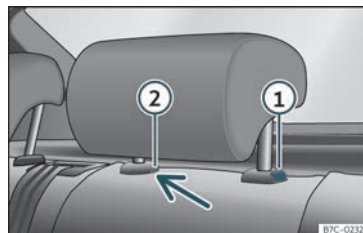

Fig. 105 Repousacabezas traseiro: desmontaxe.
- Prema a tecla»» fig. 105 ①, apertando á vez polo orificio do seguro ② cun desaparafusador plano de máximo 5 mm de anchura e retire o repousacabezas.